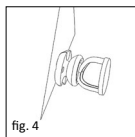

fig. 4
■ **fig. 4** Partea în formă de clopot a separatorului servește în cadrul măsurătorii la așezarea pe baza oscioarelor auditive. Partea în formă de taler este prevăzută pentru așezarea spre timpan. Grosimea grefei (ex. strat de cartilagi) care servește mai târziu drept căptușeală inferioară pe timpan, trebuie luată în considerare la calcularea lungimii protezei. Dacă s-a găsit lungimea optimă, atunci lungimea corespunzătoare poate fi reglată / selectată la proteza parțială.
■ 图 4 测定器的铃铛形部分在测量中用于镫骨头的接收。盘状部分则是为贴附鼓膜而设计的。之后在鼓膜上用来做衬垫的移植体(如软骨垫)厚度须在测定假体长度时予以考虑。如果确定了最理想的长度，则可在“局部假体”上设定/选择相应的长度。